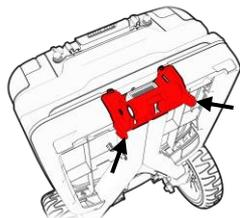

Figure 56
- Rassemblez les deux parties. Utilisez les crochets de suspension (voir la figure 56) pour aligner correctement les deux extrémités. Le bouton central de dégagement devrait émettre un déclic.